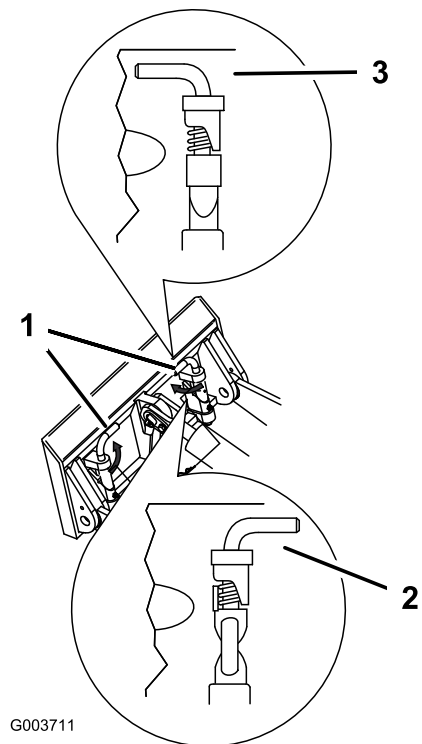

Figura 25
7. Inserite i perni ad attacco rapido, verificando che siano completamente inseriti nella piastra di appoggio (Figura 25).